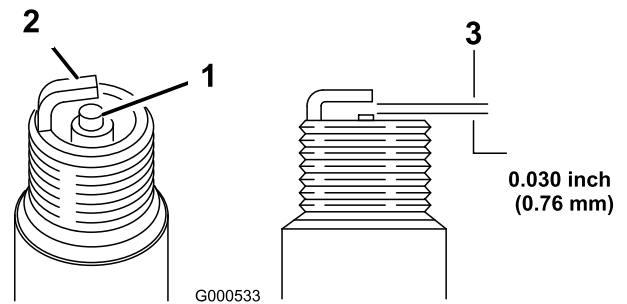

Figura 27
5. Ajuste el espacio entre los electrodos a 0.76 mm (0.030"); consulte Figura 27.